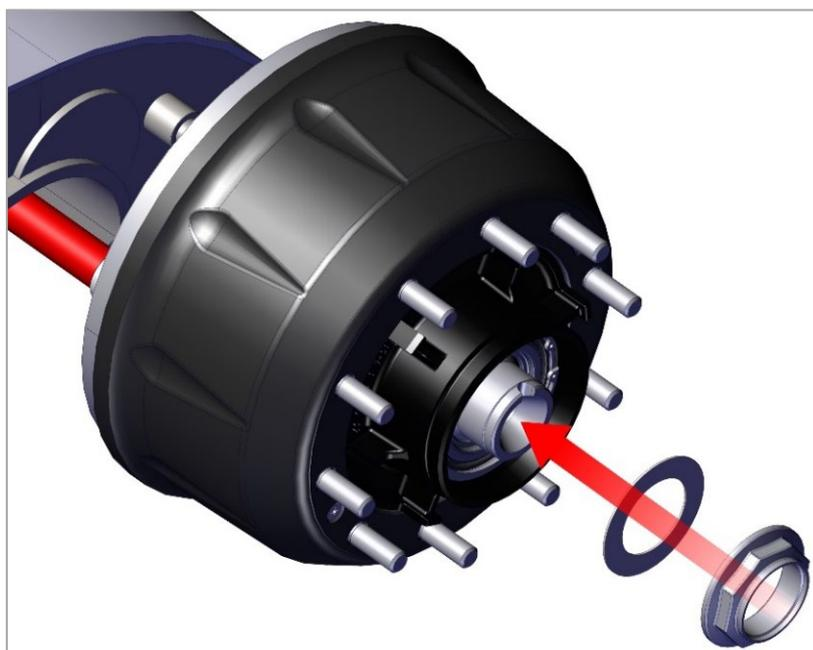

Рис. 42. Монтаж упорной шайбы и гайки подшипников ступицы
2) Установите упорную шайбу и гайку подшипников ступицы (Рис. 42).